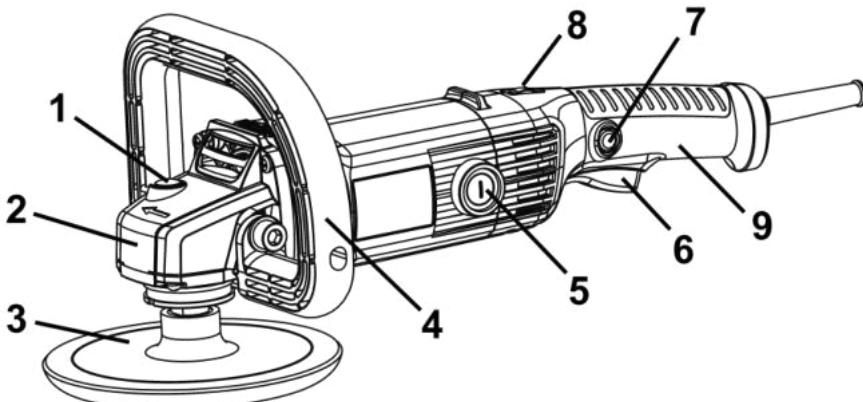

Рисунок 1
2.2.1 Конструкція виробу складається з одноступеневого редуктора з конічними шестернями в металевому корпусі (2), який приєднаний до пластикового корпусу з колекторним двигуном змінного 1-фазного струму, основною рукояткою (9), перемикачем (6), кнопкою фіксації (7), регулятором швидкості (8), мережевим шнуром живлення згідно з рис.1. Вихідний вал редуктора розташований перпендикулярно осі двигуна і є робочим шпинделем для приєднання змінних насадок (3) накрученими на шпиндель M14. На металевому корпусі (2) виконані нарізні монтажні отвори для встановлення передньої рукоятки. Для фіксації шпинделя під час зміни дисків (3) в корпусі редуктора (2) передбачений кнопковий фіксатор (1). Електрична частина виробу складається з колекторного однофазного електродвигуна змінного струму, вимикача електроструму, регулятора швидкості, з'єднувальних проводів і мережевого шнура. Захист від ураження електричним струмом користувача у виробу відповідає класу II за ДСТУ EN 61140:2015.